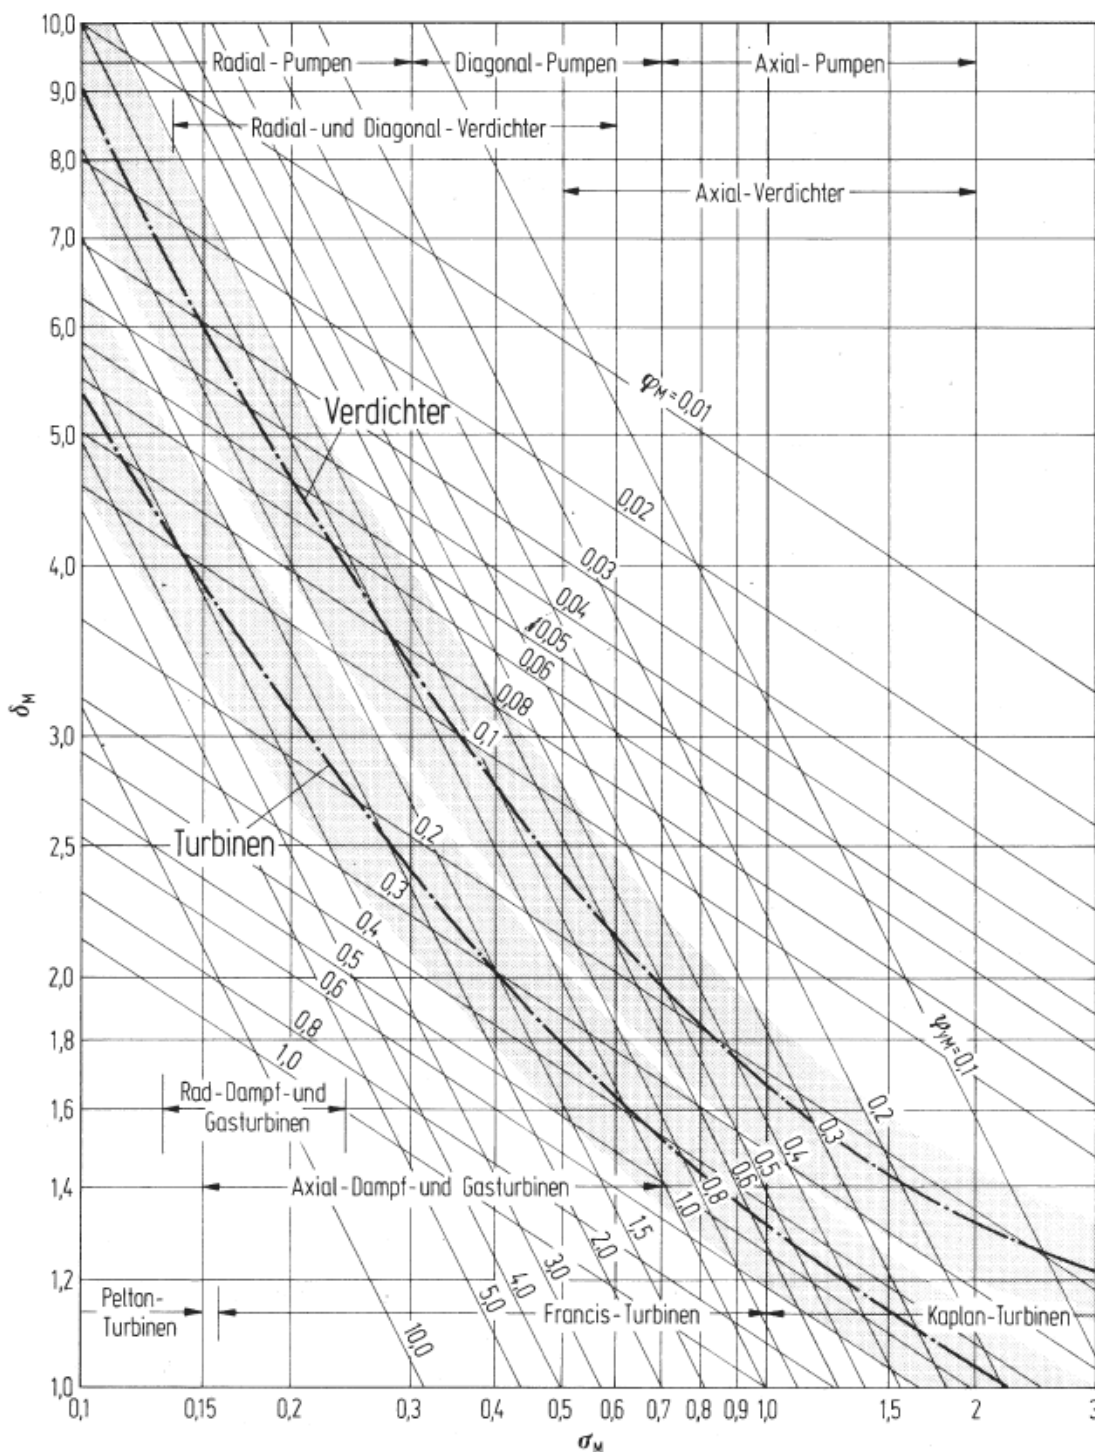

Abbildung 3.2: Cordier-Diagramm
- f) Zeigen Sie anhand des Cordier-Diagrammes (Abbildung 3.2), ob die Wahl des Verdichterrades geeignet ist und geben sie gegebenenfalls einen Verbesserungsvorschlag, bei dem sowohl die Drehzahl  $n$ , der Volumenstrom  $\dot{V}_{V2}$  als auch die spezifische Stufenarbeit  $y_V$  gleich bleiben. (2 Punkte)